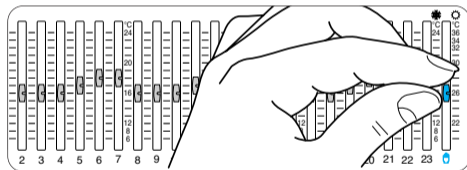

Fig. 25
**8.2** - Portare il cursore  (fig. 25) in corrispondenza della temperatura desiderata (riferendosi alla scala  $6 \div 24$  °C per il programma di riscaldamento ed alla scala  $20 \div 36$  °C per il programma di raffreddamento).